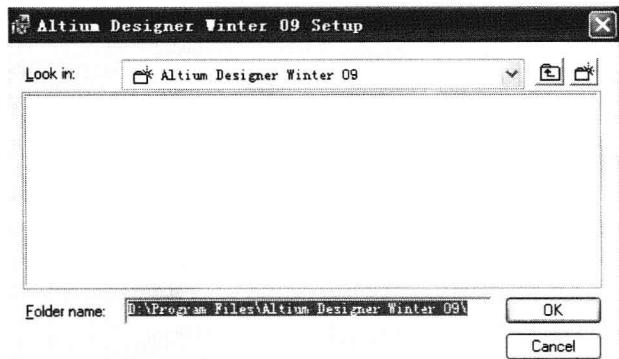

图 1-6 安装路径选择对话框
(6) 在 Destination Folder 窗口中的 Destination Folder 区域显示了即将安装 Altium Designer Winter 09 的安装路径，若想更改安装路径，单击 Browse 按钮，打开如图 1-6 所示的安装路径选择对话框。